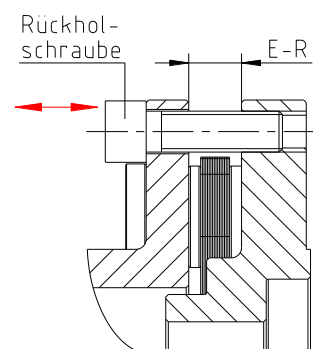

Bild 10
- Flansche vom „Zwischenstück komplett“ mit Hilfe der Rückholschrauben jeweils maximal um den Wert R (siehe Tabelle 8) an das Zwischenstück heranziehen (siehe Bild 10).
Bitte prüfen Sie unbedingt vor der Inbetriebnahme, dass die Transportsicherung (siehe Bild 8) und die Rückholschrauben (siehe Bild 10) entfernt wurden.